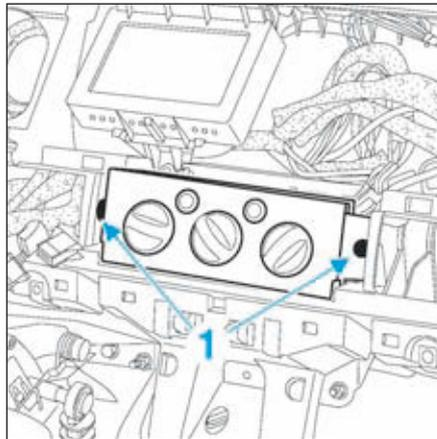

FIG.8
- Déposer les vis de fixation (1), puis le panneau de commande (Fig.8).